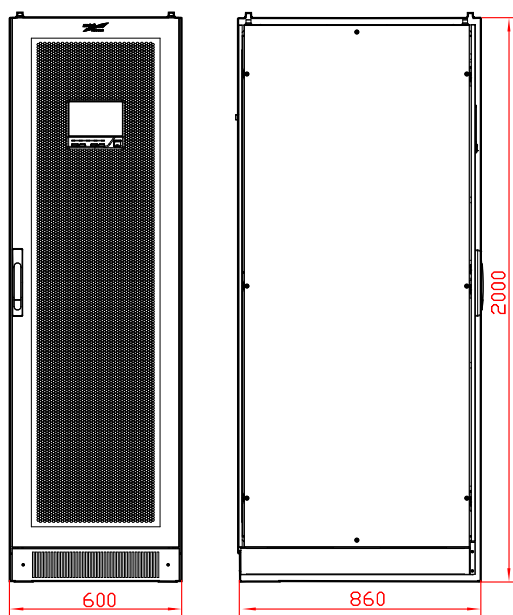

Рис. 3.8. Размеры MR3375, MR33125, MR33200, MR33300
**Step 1** Определите и спланируйте месторасположение ИБП в соответствии с его размерами (как показано на Рис. 3.8, Рис. 3.9) и требованием к месту эксплуатации (см. п. 3.2.3).